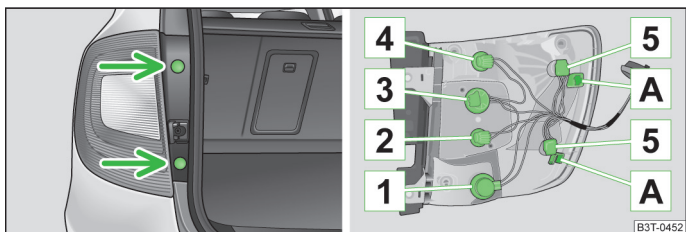

Fig. 194 Demontarea blocului optic spate (Combi)
Prezentare generală a dispunerii becurilor » fig. 194.
- » Scoateți dopurile » fig. 194 și deșurubați blocul optic spate cu ajutorul unei chei Torx » pagina 205, *Trusa de scule*.
- » Pentru montare, introduceți mai întâi blocul optic spate cu orificiile **A** » fig. 194 în bolțurile din caroserie.